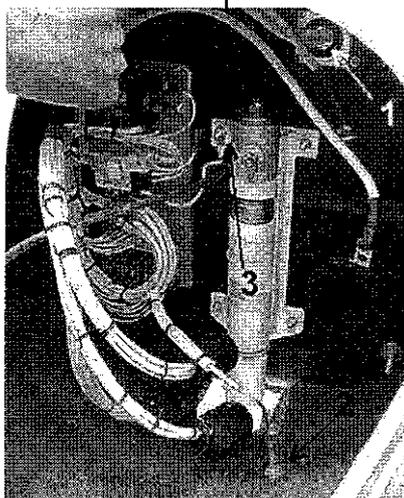

Fig. 3
- 7d. Seguendo i cavi positivo e negativo di alimentazione motorino di avviamento (part. 1, fig. 3) scollegarne la testa dalla bobina e dalla barra delle masse rispettivamente. Rimuovere la sonda OAT (se installata – part. 2, fig. 3).
7d. Follow the positive and negative starter cables (item 1, fig. 3) and disconnect them from the coil and ground plate respectively. Remove the OAT probe (if installed – item 2, fig. 3).
- 7f. Svitare i bulloni di fissaggio della piastra porta relais e rimuoverla. Scollegare il cavo di massa collegato al bullone superiore destro di fissaggio dell'assieme del carrello anteriore alla STA600 (part. 3 in fig. 3).
- 7f. Unfasten and remove the relay support plate in the nose compartment. Disconnect the ground cable from the right upper bolt fastening the nose gear assy to bulkhead STA600 (item 3, fig. 3).